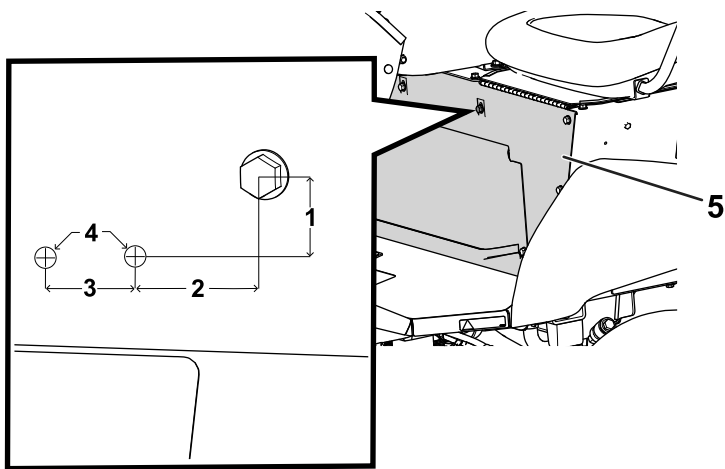

Bild 27
1. Messen und bohren Sie von der Schraube am Sitzunterteil zwei Löcher in das Sitzunterteil (Bild 27).